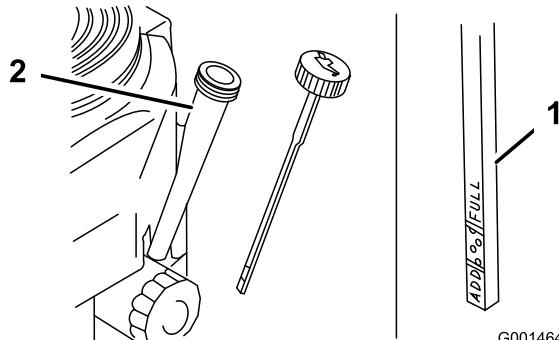

Bild 16
3. Reinigen Sie den Bereich um den Ölpeilstab (Bild 16).
- Nehmen Sie den Ölpeilstab heraus und wischen das Ende ab (Bild 16).
- Schieben Sie den Peilstab ganz in das Peilstabrohr, drehen Sie ihn jedoch nicht in den Einfüllstutzen (Bild 16).
- Ziehen Sie den Peilstab wieder heraus und prüfen Sie das Stabende. Der Ölstand sollte zwischen der Nachfüll- und Voll-Markierung sein (Bild 16).